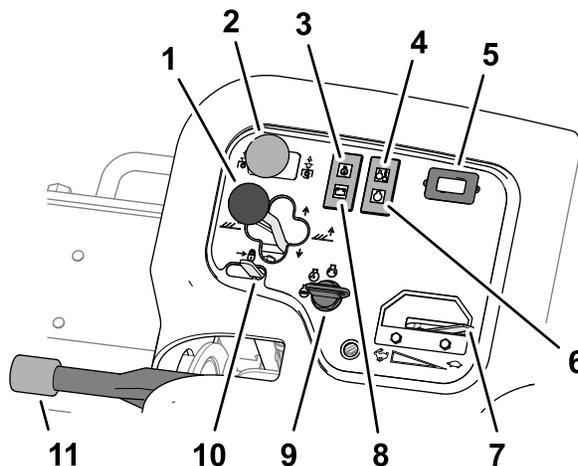

图 43
- 要将滚刀组放落到地面上应把滚刀组转向控制杆向前推到降下位置 (图 43)。
刀组驱动开关图 43 有 2 个位置接合与分离。摇臂开关可操作阀组上的电磁阀来驱动滚刀组。
发动机油压低于安全水平时油压警告灯图 43 闪烁。
如果发动机冷却液温度较高温度警告灯图 43 将亮起。在此温度下滚刀组会被关闭。如果冷却液温度再升高 5.5°C 发动机会关闭以防止进一步的损害。
小时表图 43 用于显示机器操作的总小时数。当点火钥匙开关处于运行位置时小时表开始工作。
预热塞通电时预热塞指示灯图 43 会亮起。
向前移动油门控制杆(图 43)可提高发动机速度向后移动可降低发动机速度。
发动机运行时交流发电机指示灯图 43 会熄灭。如果交流发电机指示灯在发动机运行时亮起请检查充电系统并在必要时进行维修。
使用点火开关图 43 运行发动机和灯。点火开关有 3 个位置
向后移动提升杆锁图 43 可防止滚刀组下落。
不论何时关闭发动机都要接合手刹(图 43)防止机器意外移动。要接合手刹应向上方拉起操纵杆要松开手刹应向下方推操纵杆。